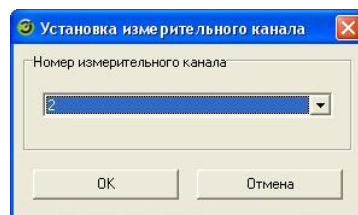

Рисунок 3.5.11 – Диалог установки измерительного канала
- «Установить № канала». Кнопка предназначена для установки номера измерительного канала для каждого из поверяемых приборов процесса. При нажатии на неё выводится диалог установки измерительного канала (рисунок 3.5.11).